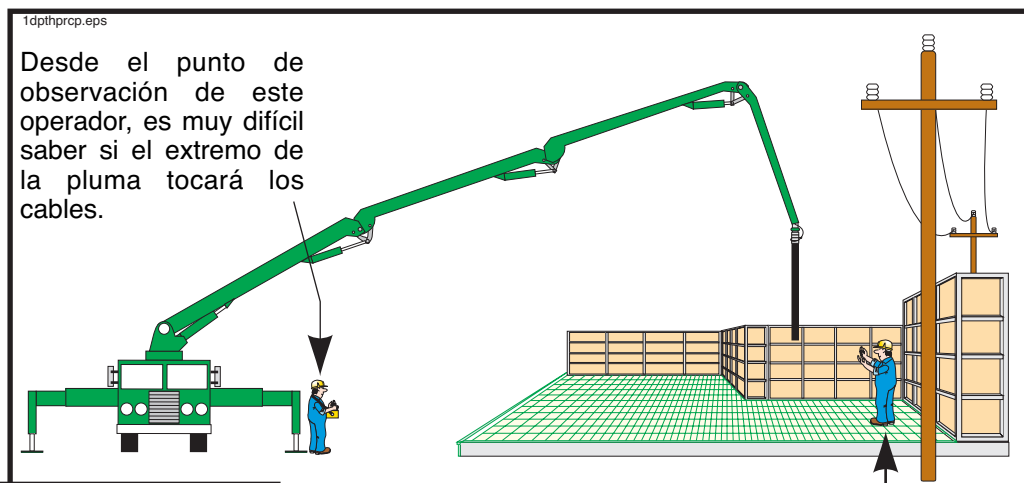

Figura 42
- 8.11 **⚠ PELIGRO** No confíe en su percepción de profundidad cuando trabaje cerca de líneas de alto voltaje. Colóquese en la mejor posición de observación posible para poder determinar la distancia que existe entre la pluma y los cables. Si esto no es posible, **¡Ud. deberá emplear un observador!** (Vea la Figura 42.) Consulte el glosario, en el apéndice de este manual, para obtener la definición de “observador”.